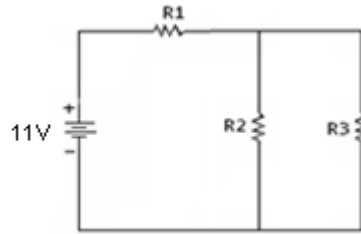

FIGURA 10
8. Proceda a construir el circuito SERIE-PARALELO (MIXTO) de la figura 10.